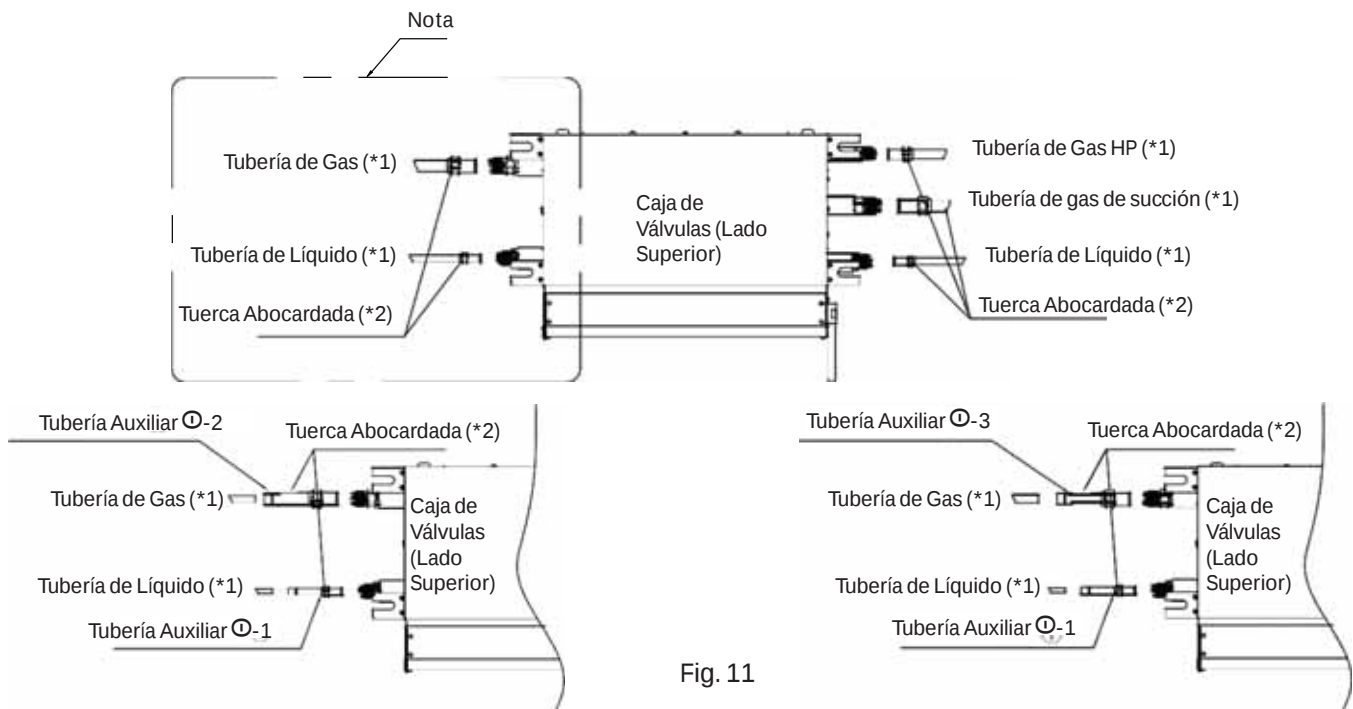

Fig. 11
- Cuando una unidad interior 072, 092, 22 o 28, excepto para la pared alta, se conecta en la pendiente descendente, por favor use la tubería auxiliar $\ominus$ -1, 2 para realizar la conexión de acuerdo con la Fig. 11.
- Cuando una unidad interior 122, 162, 182, 36, 45 o 56, excepto para la pared alta, se conecta en la pendiente descendente, por favor use la tubería auxiliar $\ominus$ -1, 3 para realizar la conexión de acuerdo con la Fig. 11.
- Cuando una unidad interior AS072, AS092, YVHVXH022, YVHVXH028, se conecta en la pendiente descendente, por favor use la tubería auxiliar $\ominus$ -1, 3 para realizar la conexión de acuerdo con la Fig. 11.